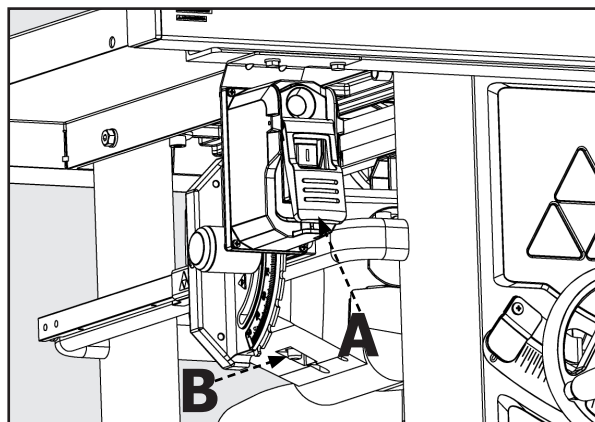

FIGURA 27
El interruptor POWER (encendido) (Figura 27) se encuentra abajo del ala de extensión izquierda frontal.
La sierra se proporciona con protección contra sobrecargas. Si el motor se apaga o no arranca debido a una sobrecarga (está cortando el material muy rápido, usa una hoja sin filo, usa la sierra más allá de su capacidad, etc.) o bajo voltaje, deje enfriar el motor durante tres a cinco minutos. Luego presione el botón rojo de restablecimiento (B) en el motor debajo de la sierra, que se muestra en la Figura 27 y vuelva a encender la sierra.